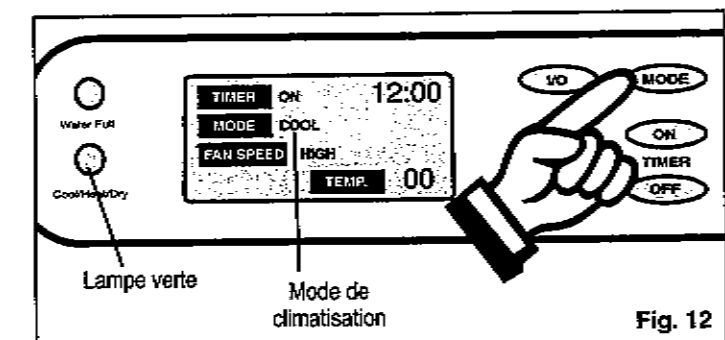

Fig. 12
- 3) Appuyez sur la touche **MODE** jusqu'à ce que le mot **COOL** (refroidissement) soit indiqué sur l'**ACL** (Affichage à cristaux liquides). Fig. 12. Chaque appui sur la touche **MODE** change le réglage de mode (Refroidissement-chauffeur (DPAC7599)-déshumidification-ventilation).